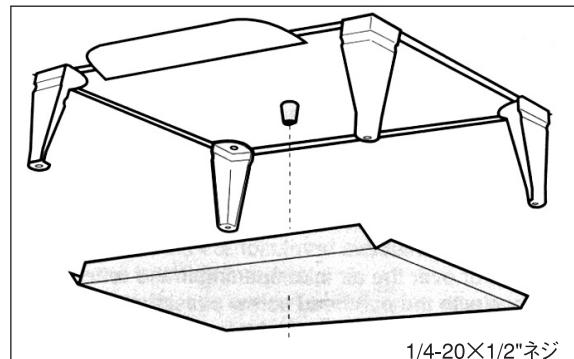

図3 ボトム・ヒートシールドを取り付ける方法
- 1.1/4-20×1/2"プラスネジを、ストーブ底部の中央にあるでっぱりから外してください。(図3)